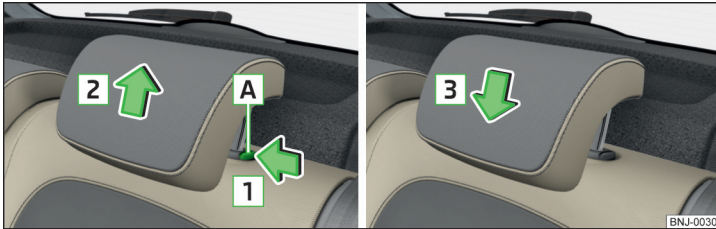

Abb. 62 Kopfstützen: aus-/einbauen
- Die Sicherungstaste **A** in Pfeilrichtung **1** drücken und die Stütze in Pfeilrichtung **2** herausziehen » Abb. 62.
- Die Stütze in Pfeilrichtung **3** einschieben, bis die Sicherungstaste einrastet » Abb. 62.